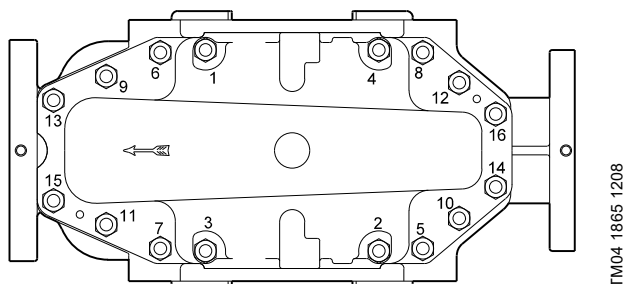

Рис. 6 Последовательность затягивания для винтов поз. 26с
4. Установить винты (26с, 26d) и затянуть их, но не до конца, в последовательности, показанной на рис. 6.
5. Затянуть винты (26с, 26d) с требуемым крутящим моментом. См. раздел 2.3.1 Моменты затяжки. Последовательность затягивания винтов показана на рис. 6.